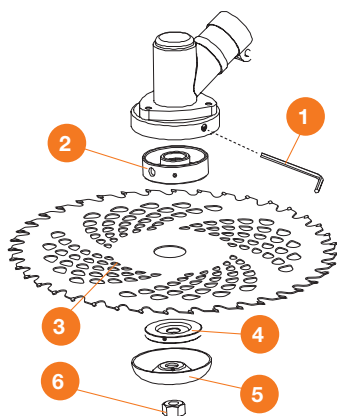

Рис. 11
- Установите верхний фланец ② (Рис. 11).
- Заблокируйте вал редуктора стопорным ключом ①. Для этого совместите отверстие в редукторе и на верхнем фланце, вставьте стопорный ключ в отверстие.
- Установите нож для кошения ③. Посадочное отверстие в ноже должно совпадать с выступом верхнего фланца ②!!!
- Установите прижимной фланец ④ и защитную шайбу ⑤.
- Сильно затяните гайку ⑥ с помощью ключа (левосторонняя резьба).